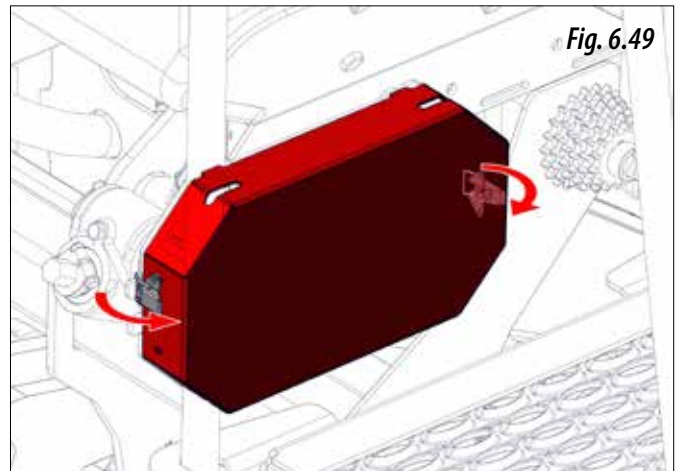

Fig. 6.49
- 5- Montar el tapa cadenas a través de los dos cierres (Fig. 6.49)